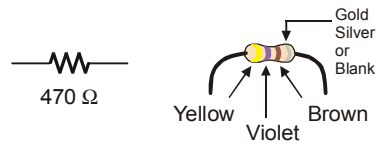
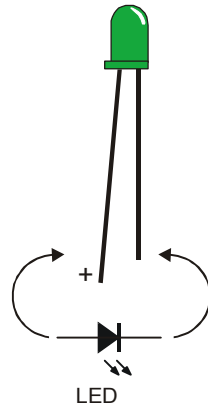

Figura 2-2
Figura 2-4
Una resistenza è un dispositivo che si oppone al fluire dell'elettricità. Questo flusso di elettricità è chiamato corrente. Ogni resistenza ha un valore che indica con quanta forza resiste al flusso di corrente. Questo valore della resistenza viene indicato in ohm ed il simbolo per gli ohm è la lettera dell'alfabeto Greco - Ω . La resistenza con cui lavorerete in quest'esercizio, è la resistenza da 470 Ω mostrata nella Figura 2-2. La resistenza ha due fili chiamati terminali, che escono da ciascun'estremità. Tra i due terminali c'è un contenitore ceramico, ed è questa la parte che oppone resistenza al flusso della corrente. La maggior parte degli schemi che usano il simbolo della resistenza a sinistra, una linea a zig zag, indicano che la persona che dovrà costruire il circuito, deve usare una resistenza da 470 Ω . E' chiamato simbolo schematico. Il disegno sulla destra, è parte di uno schema usato in alcuni testi per allievi alle prime armi del Corso Stamps in Class per aiutarli ad individuare la resistenza nel kit.
La Figura 2-4 mostra lo schema di collegamento di un LED e lo schema pratico. Un LED ha due terminali. Uno è chiamato anodo, l'altro è chiamato catodo. In quest'Esercizio, dovrete collegare il LED ad un circuito, e dovrete fare attenzione ed assicurarvi che l'anodo ed il catodo siano collegati al circuito correttamente. Sullo schema pratico, l'anodo è marcato con il simbolo più (+). Sullo schema elettrico, l'anodo è la parte larga del triangolo. Sullo schema pratico il catodo è il terminale non contrassegnato, e sullo schema elettrico, il catodo è la linea al vertice del triangolo.
Identificazione dei componenti: In aggiunta allo schema pratico della Figura 2-2 e della Figura 2-4, per aiutarvi ad identificare i componenti del kit che vi servono, potete guardare le fotografie sull'ultima pagina del libro, ciò vale per questo e per tutti gli altri esperimenti. Per ulteriori informazioni sui componenti di queste foto, vedere **l'Appendice B: Equipaggiamenti ed Elenco**
- ✓ Usare la Figura 2-4 per decidere quale terminale è collegato al catodo del LED. Cercare il terminale più corto e la zona piatta sul corpo plastico del LED.